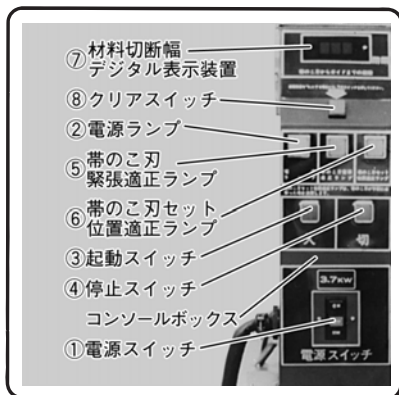

図 7
- (6) 帯のこ刃張り調整ハンドルを回し、目盛針を **適** 目盛 (太い目盛) の下の目盛 (細い目盛) 位置にします。(図7)